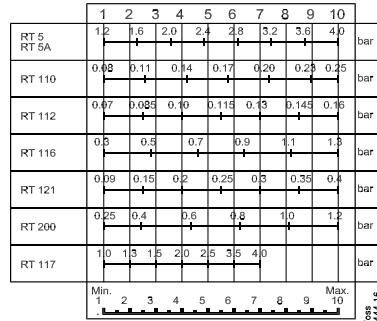
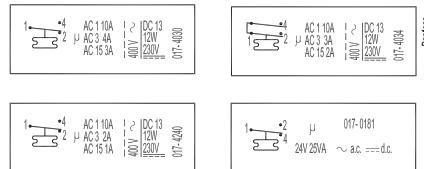

Fig. 6
Fig. 7
The differential is set by rotating the differential adjusting nut (19) to the value indicated by the use of the nomogram in fig. 6. The maximum operating pressure is thus the sum of the setting pressure and the differential.
2. Set the pressure switch for 8.2 bar by rotating the knob (5).
3. Set the differential adjusting nut (19) at the figure 7 which is found by reading the nomogram in fig. 6.
Die Differenz wird mit der Differenzrolle (19) nach dem Nomogramm in Fig. 6 eingestellt. Der obere Ansprechdruck ist also gleich der Summe von Einstelldruck und Differenz.
2. Pressostat mit dem Einstellknopf (5) auf 8,2 bar einstellen.
3. Differenzrolle (19) auf die Zahl 7, die sich beim Ablesen des Nomogramms in Fig. 6 ergibt, stellen.
El diferencial se ajusta haciendo girar la tuerca de ajuste diferencial (19) de acuerdo con el nomograma de la fig. 6. La presión de funcionamiento máxima es por consiguiente la suma de la presión de ajuste y del diferencial